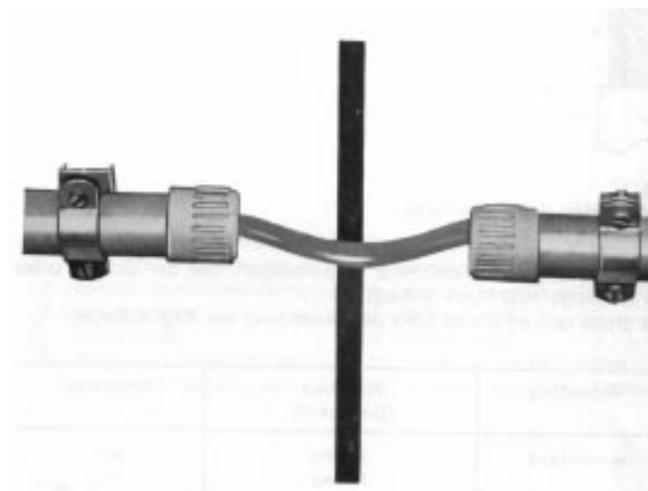

Figura D. 2: Interruzione del tubo di protezione su un giunto di dilatazione
- in caso di archi di 90° e di giunti negli edifici (p. es., giunti di dilatazione) è permessa un'interruzione del tubo di protezione, sempre che sia possibile escludere danni al cavo di bus (dovuti p. es. a pezzi che cadono) (vedere figura D.2).